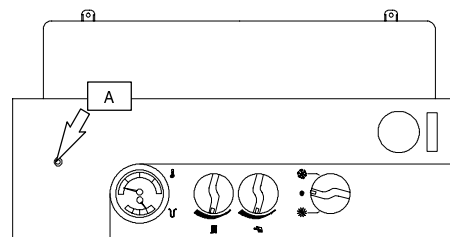

fig. 5.1
- Togliere le vite "A" (fig. 5.1) e ribaltare il pannello comandi in avanti.